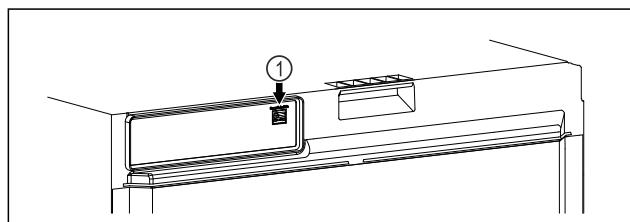

Fig. 108
- El SmartModule Fig. 108 (1) está colocado.